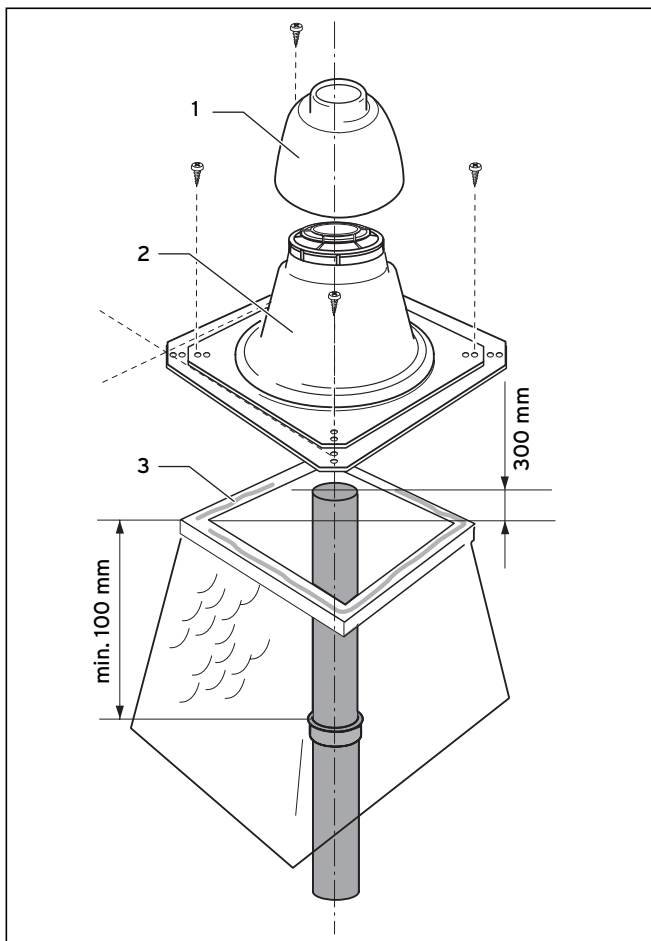

Bild 6.14 Montage av skorstenshuv
- Fortsätt att montera ihop rör tills dess att det under röret kan anslutas till stödböjen och det övre röret i skorstenshuv enligt bild 6.14.
Beakta bild 6.14 för montage av skorstenshuv av plast (PP).